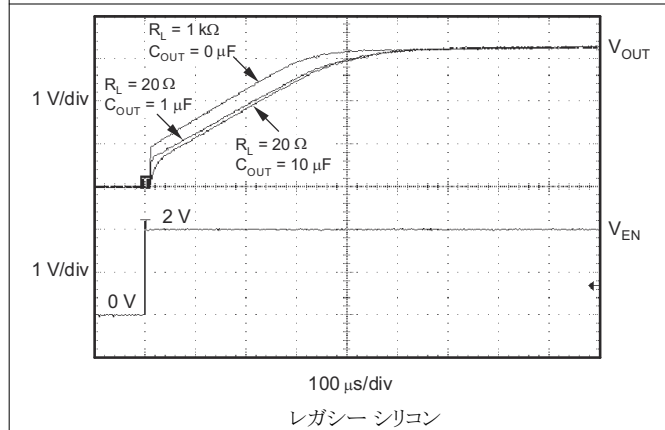

図 5-39. TPS73133 のターンオン応答
イネーブルピン (EN) はアクティブ High であ標準的な TTL-CMOS レベルと互換性があります。 V_{EN} が 0.5V (最大値) 未満になると、レギュレータはオフになり、GND ピンの電流は約 10nA にまで低下します。EN ピンを使用してレギュレータをシャットダウンすると、すべての電荷がパストランジスタのゲートから除去されます。 V_{EN} が 1.7V (最小値) を超えるとレギュレータはオンになり、出力は制御された V_{OUT} に戻ります (詳細は 図 5-39 を参照)。